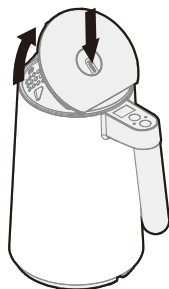

Figura 1
2. Desenrolle completamente el cable de energía y coloque la base eléctrica en una superficie plana, nivelada y estable. Presione el botón para abrir la tapa (Figura 1).